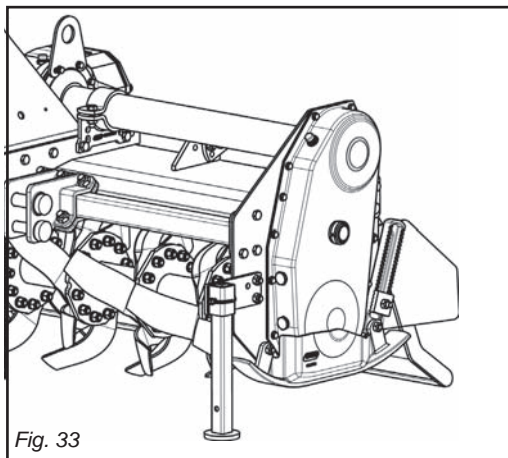

Fig. 33
- 1) Positionner le pied d'appui comme indiqué dans la figure 33.
- 1) *Den Stellfuß wie in der Abbildung 33 gezeigt anordnen.*